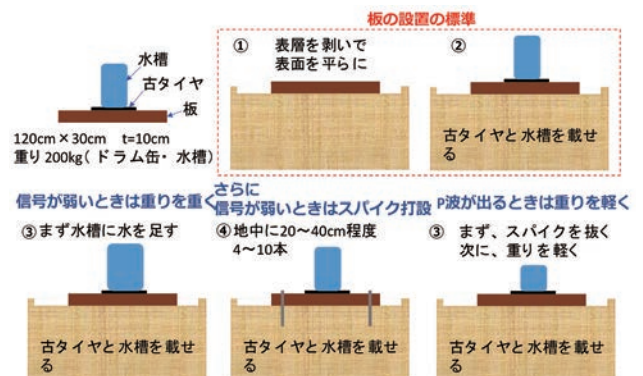

図2 S波起振源の品質改善手順(講演資料から抜粋)
**Q.** S波起振時(図2)に、20mのPS検層に200kgの錘を設置するのはオーバースペックと思いますが、どの程度の深さなら、打撃板にこの重さとかの指標はありますか？